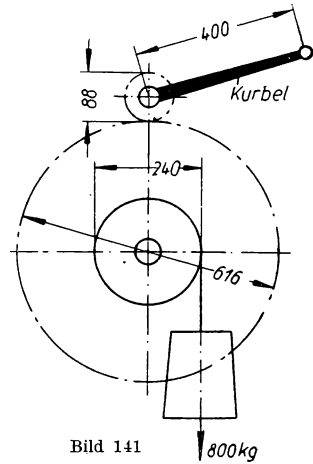

Bild 141
**275.** Mittels der Räderwinde (Bild 141) soll eine Last 800 kg gehoben werden. Zu berechnen ist a) der Zahndruck zwischen den Zahnradern bei Vernachlässigung der Reibung; b) die erforderliche Kurbelkraft bei Vernachlässigung der Reibung; c) die Räderübersetzung aus den gegebenen Maßen; d) die Kurbelkraft bei Berücksichtigung der Reibungsverluste. Der Gesamtwirkungsgrad der Winde beträgt 86%. e) Das letztere Ergebnis soll mittels der Arbeitsgleichung nachgeprüft werden. f) Wie viele Arbeiter sind zum Bedienen der Winde erforderlich, wenn die Kurbelkraft eines Mannes nicht über 20 kg betragen soll?